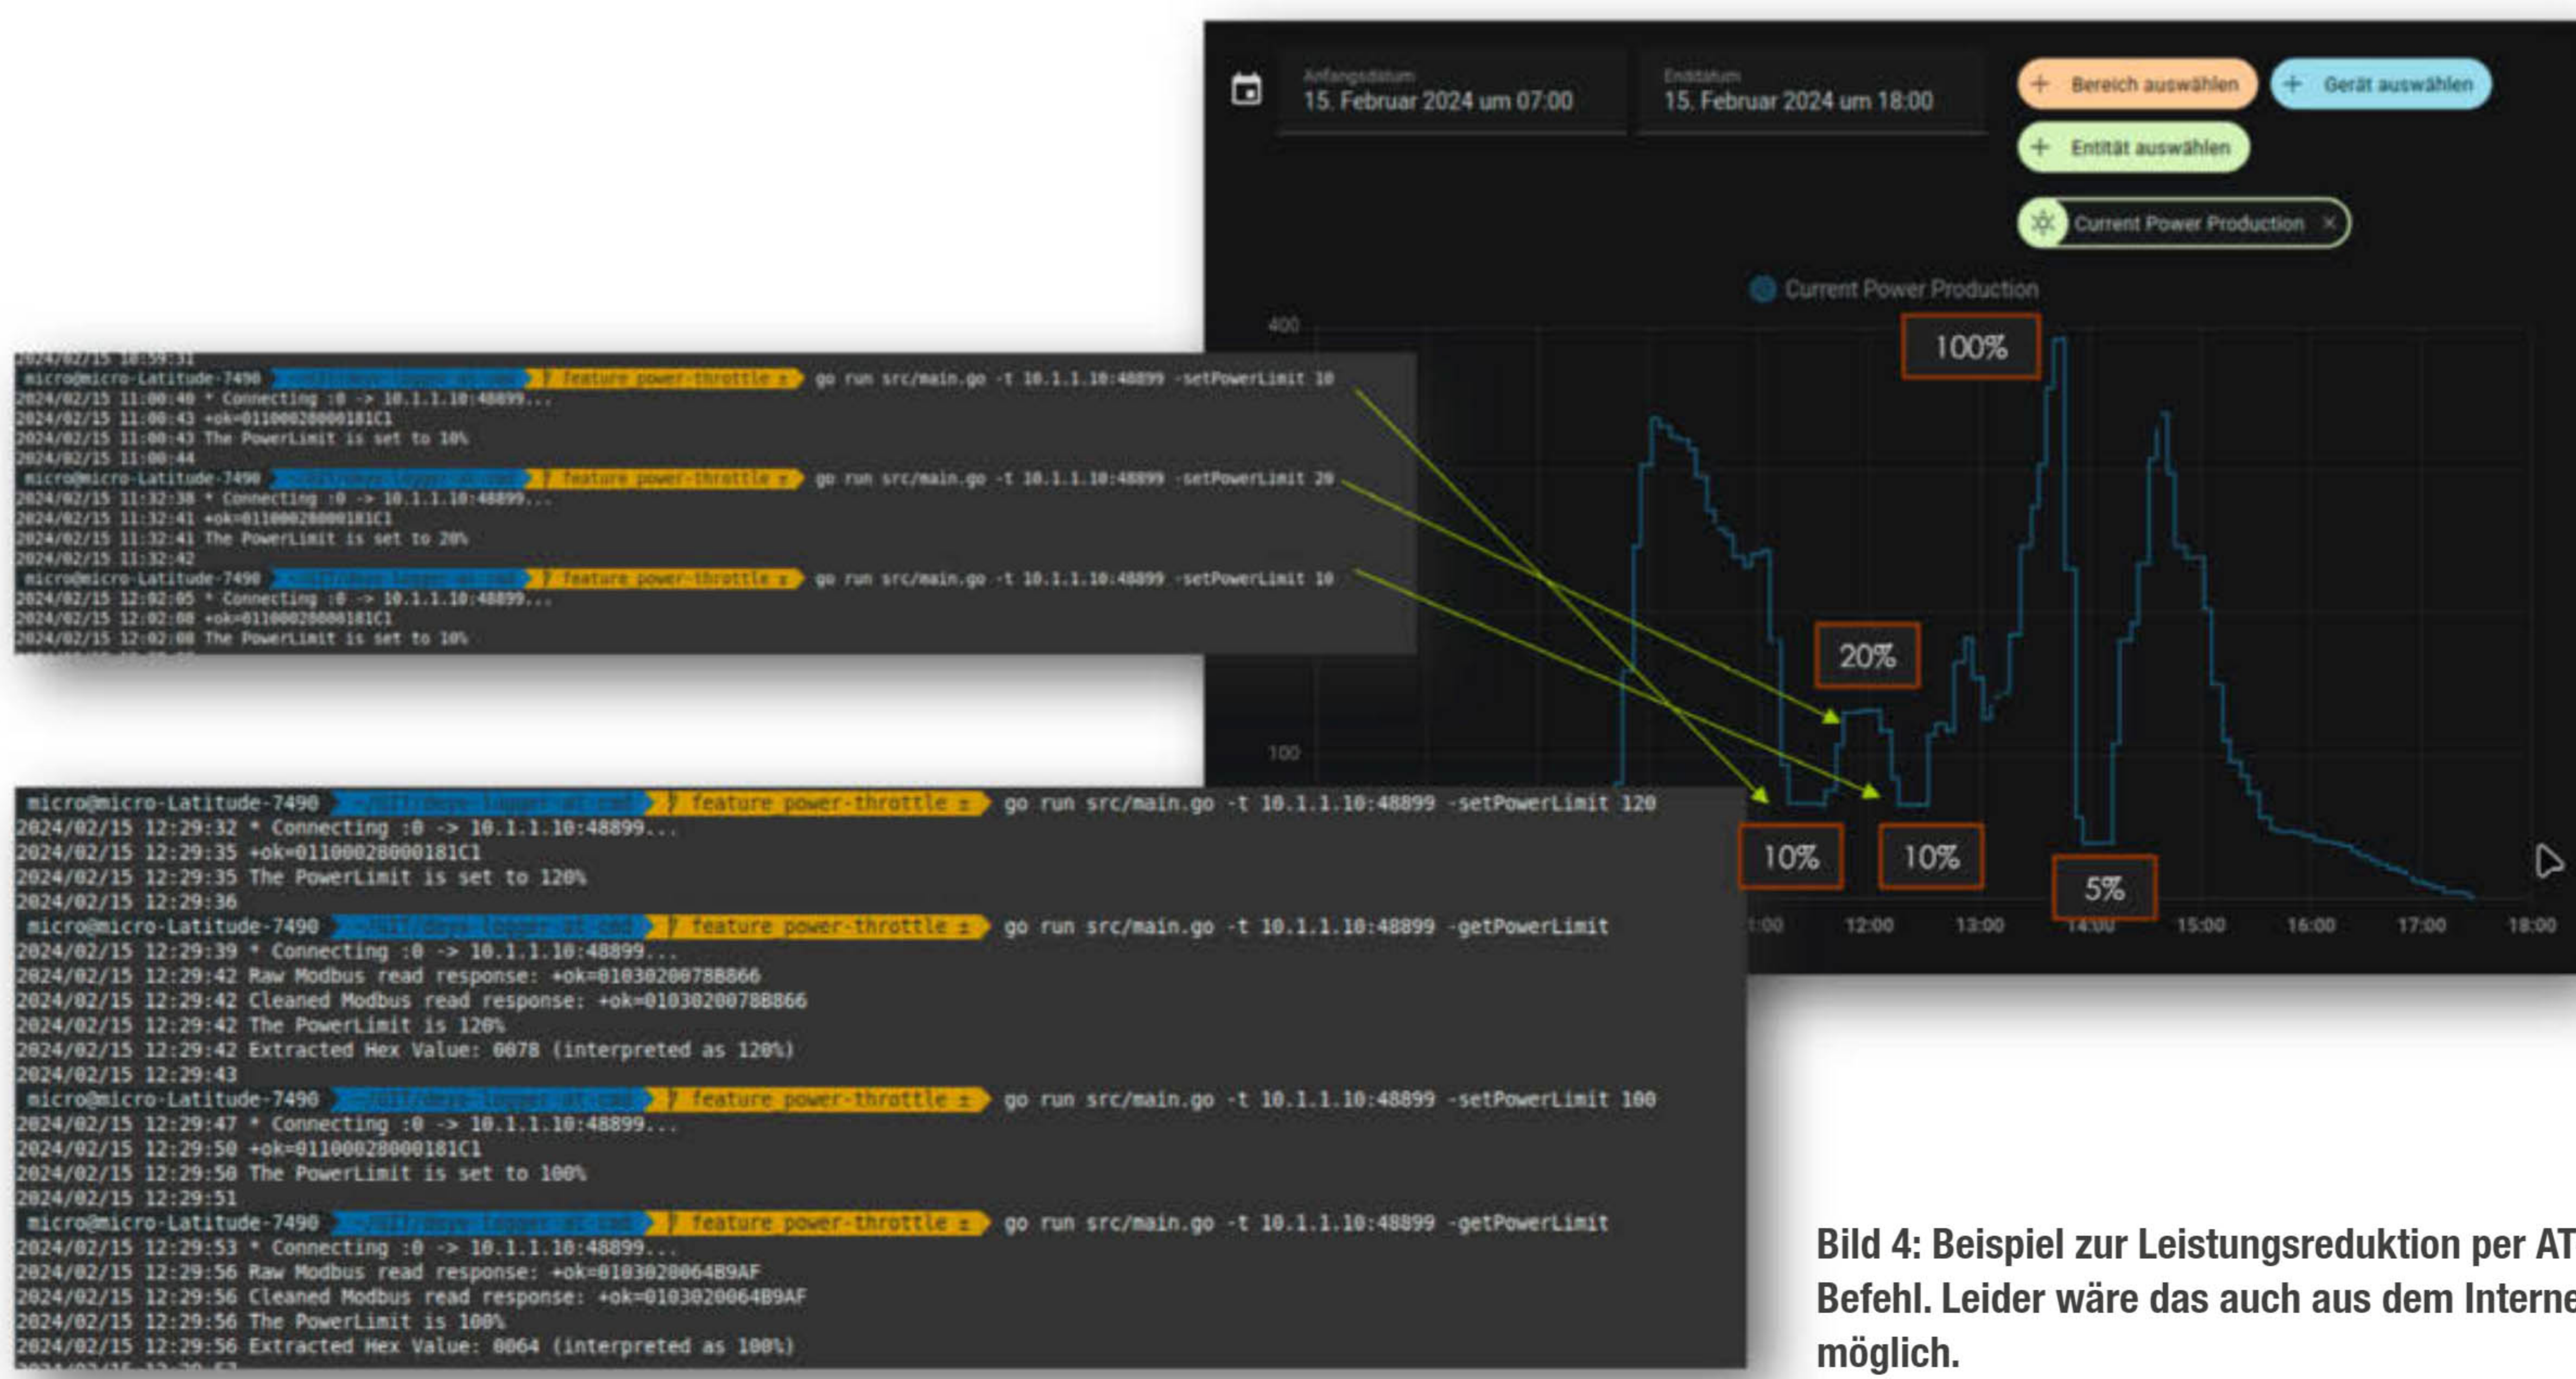

Bild 4: Beispiel zur Leistungsreduktion per AT-Befehl. Leider wäre das auch aus dem Internet möglich.
- Zwei sehr kritische AT-Funktionen sind das Auslesen und Setzen von lokalen Zugangsdaten: Es ist möglich, die Zugangsdaten des Heim-WLANs remote auszulesen. Auch die eingestellten Zugangsdaten für die Webchnittstelle können gelesen und die Leistung des Inverters herauf- oder herabgesetzt werden (Bild 4). Diese Funktion macht angesichts der später erlaubten 800 W sicherlich Sinn, jedoch sollte die Möglichkeit, das zu verändern, gut geschützt sein, denn damit könnte man die Anlage praktisch abschalten oder per Überlastung beschädigen.